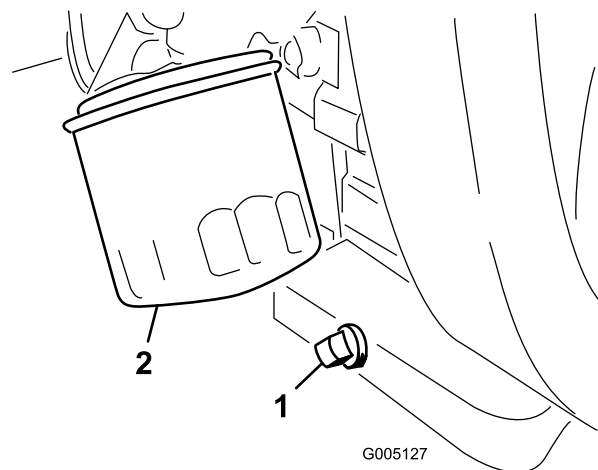

図 42
1. ドレンプラグ (**図 42**) を外してオイルを容器に受ける。オイルが抜けたらドレンプラグを取り付ける。
2. オイルフィルタ 図 42を外す。